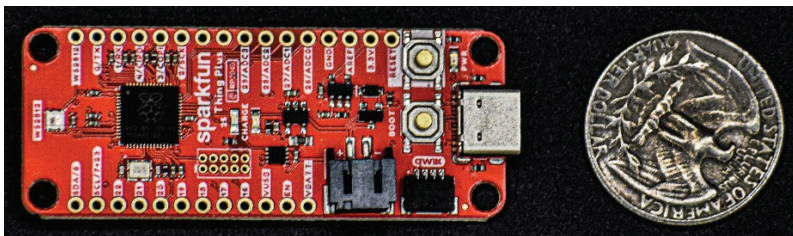

Рисунок 1.3. SparkFun Thing Plus (RP2040)
- **SparkFun Thing Plus – RP2040:** это плата с открытым исходным кодом от SparkFun (<https://bit.ly/2NS5vUn>). Thing Plus выпускается в форм-факторе Feather от Adafruit5. Уникальность этой платы заключается в том, что она поставляется с держателем карты microSD и индивидуально адресуемым RGB-светодиодом. На рис. 1.3 представлена плата RP2040 Thing Plus с нижней стороны.